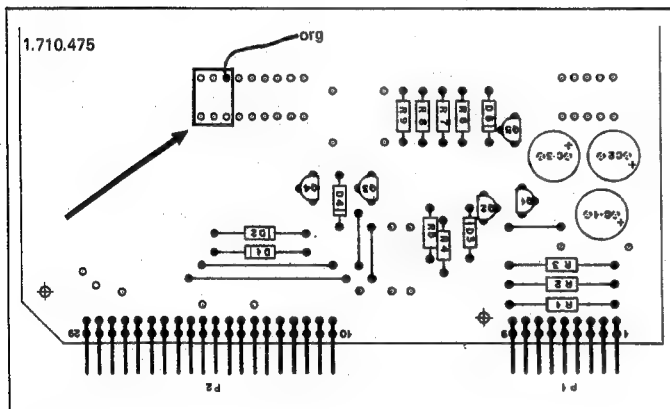

Fig.3.6
- Auf dem Print AUDIO LOGIC CONTROL 1.710.475 die dreipolige Federleiste einlöten (Fig.3.6).